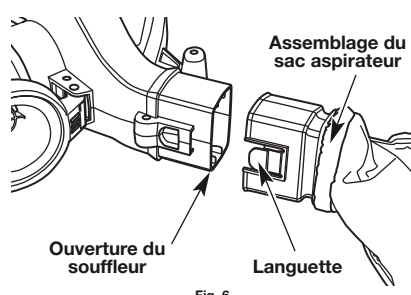

Fig. 6
8. Insérez l'ouverture du souffleur dans le sac aspirateur jusqu'à ce que la languette sur le sac aspirateur soit insérée dans l'ouverture sur le logement du moteur et parfaitement en place (Fig. 6).